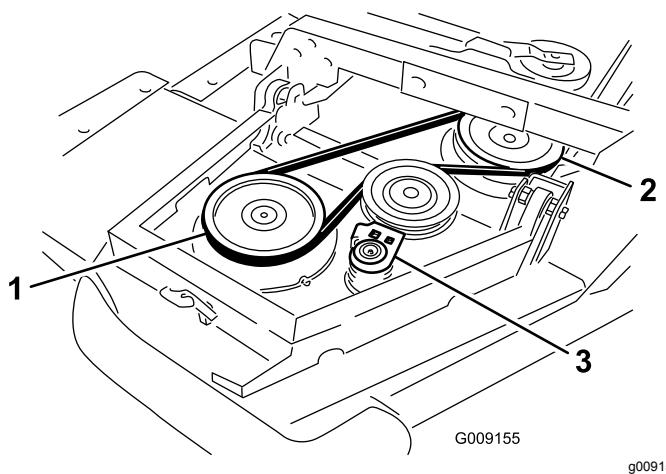

Рисунок 5
- Наденьте ремень на шкив шпинделя крыла и на шкив шпинделя передней деки (Рисунок 5).
- B. С помощью гаечного ключа с храповиком или аналогичного инструмента отодвиньте натяжной ролик от шкивов (Рисунок 5).